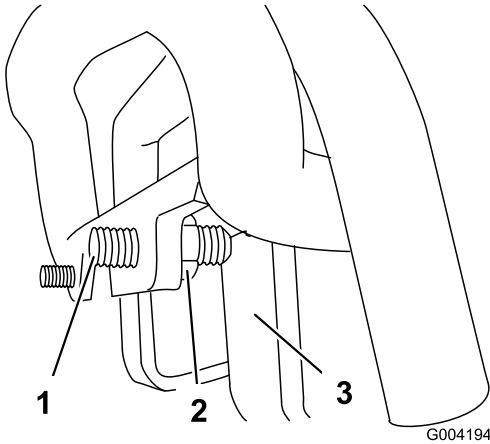

图 59
3. 如果主机向左转向请松开右侧锁紧螺母并调节牵引控制装置正面的跟踪固定螺丝图 59。
4. 如果主机向右转向请松开左侧锁紧螺母并调节牵引控制装置正面的跟踪固定螺丝图 59。